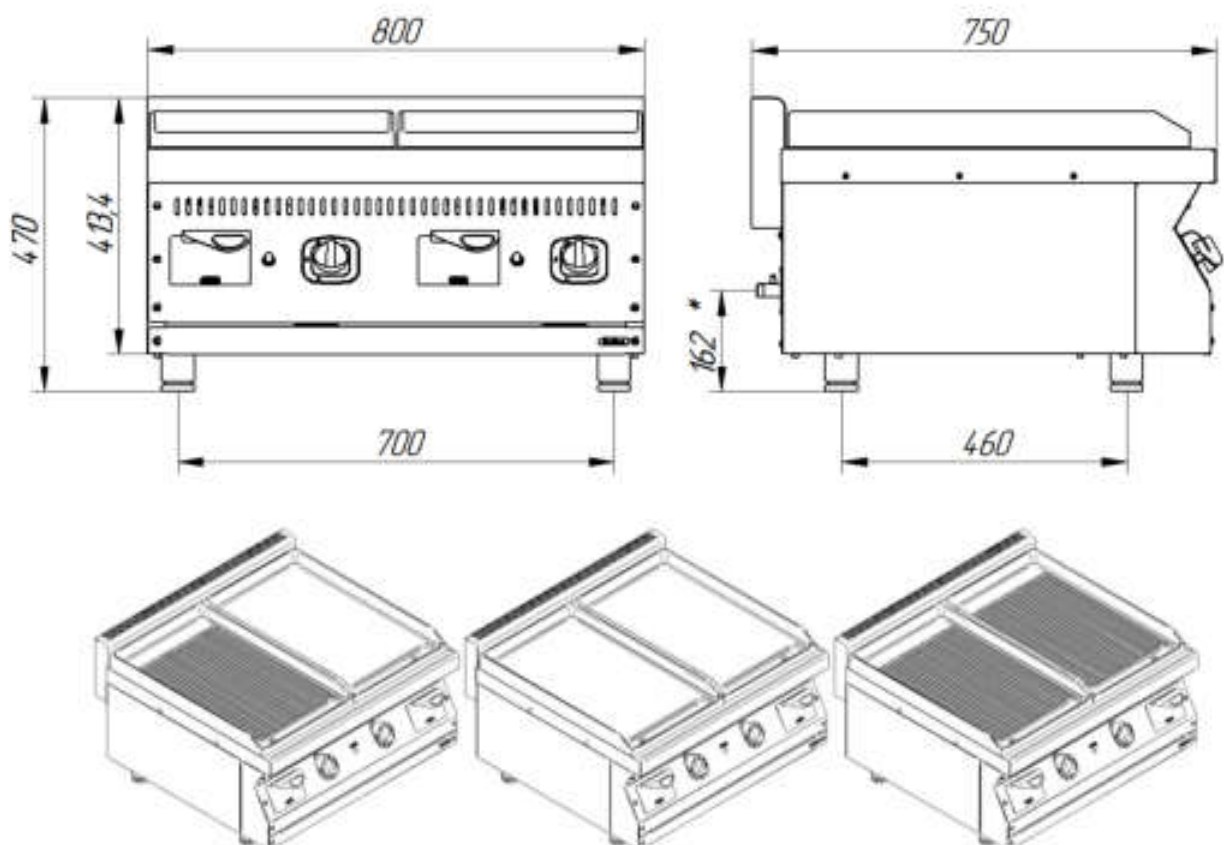
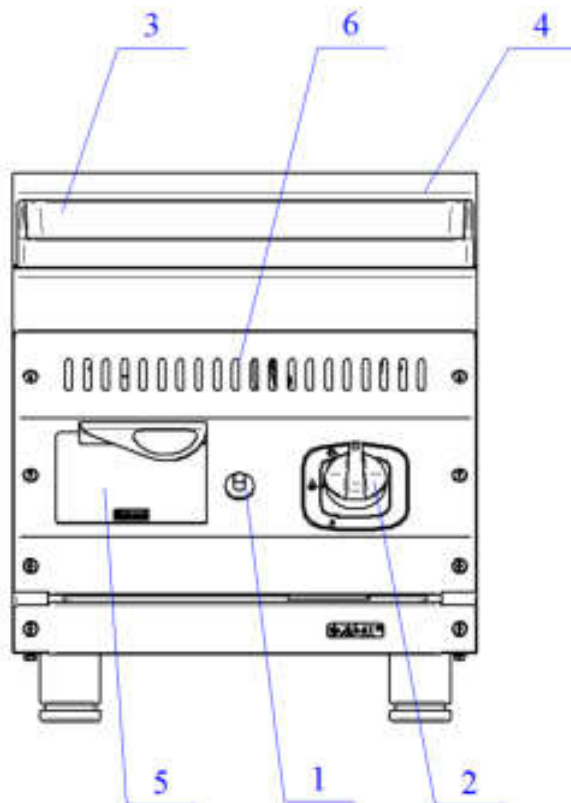

Рис. 2 - Общий вид ГАКО-80/2Н-Ч -00, ГАКО-80/2Н-Ч -01, ГАКО-80/2Н-Ч -02,
Рис. 1. Аппарат газовый
4.1. Устройство аппарата газового показано на рис.1.
Нажмите на ручку крана горелки и поверните ее против часовой стрелки, установив символ искры зажигания ⚡ напротив метки на панели управления (рис. 2а). Нажав до упора, одновременно произведите поджог газа при помощи пьезорозжига. Удерживайте ручку крана в течение не менее 15 секунд, после чего отпустите. После проведения вышеуказанных операций необходимо проконтролировать наличие горения газа, для чего необходимо посмотреть в смотровое окно 6 (рис.1), в котором можно наблюдать наличие пламени. Пламя должно быть устойчивым. Если пламя не горит, повторите операцию.
Для включения основной горелки поверните ручку от позиции символа искры зажигания против часовой стрелки к символу большого огня (рис. 2б). Для уменьшения пламени до минимума поверните ручку против часовой стрелки до символа малого огня (рис. 2в). Чтобы выключить основную горелку поверните ручку по часовой стрелке к позиции символа искры зажигания (рис. 2а). После этого будет гореть только запальная горелка (пилот).
Для полного выключения горелки поверните ручку по часовой стрелке до позиции «Выключено» (рис. 2г).
Рис.2а
Рис.2б
Рис.2в
Рис.2г